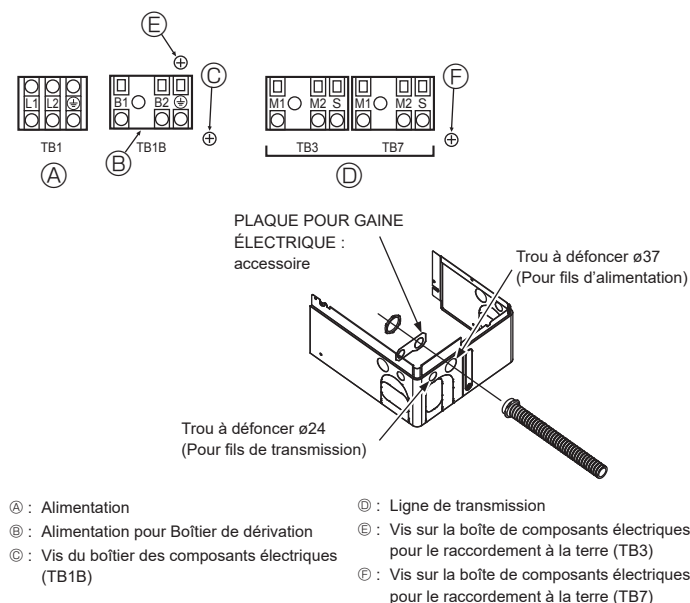

Fig. 6-1
- ⑩ Avant de mettre l'appareil extérieur sous tension, veiller à mettre sous tension les appareils intérieurs et les Boîtiers de dérivation.
6.2. Boîtier de commande et emplacement pour le raccordement des câbles (Fig. 6-1)
- Connectez les fils entre l'appareil extérieur et l'appareil intérieur ou raccordez le Boîtier de dérivation au bloc de sortie de transmission (TB3) de l'appareil extérieur. Raccorder le câblage entre l'appareil extérieur et le système de commande centralisé au bloc terminal de transmission (TB7) de l'appareil extérieur. En cas d'utilisation d'un câblage blindé, raccorder la mise à la terre du câblage blindé à la borne de blindage (S) du bloc terminal (TB3) ou (TB7). Si le raccordement du connecteur d'alimentation de la transmission de l'appareil extérieur est passé de CN41 à CN40, raccorder la borne de blindage (S) du bloc terminal (TB7) à la vis ⑥ au moyen du fil de sortie fourni.
* La borne de blindage (S) du bloc terminal de transmission (TB3) est reliée à la terre ⑥ à la sortie d'usine de l'appareil.